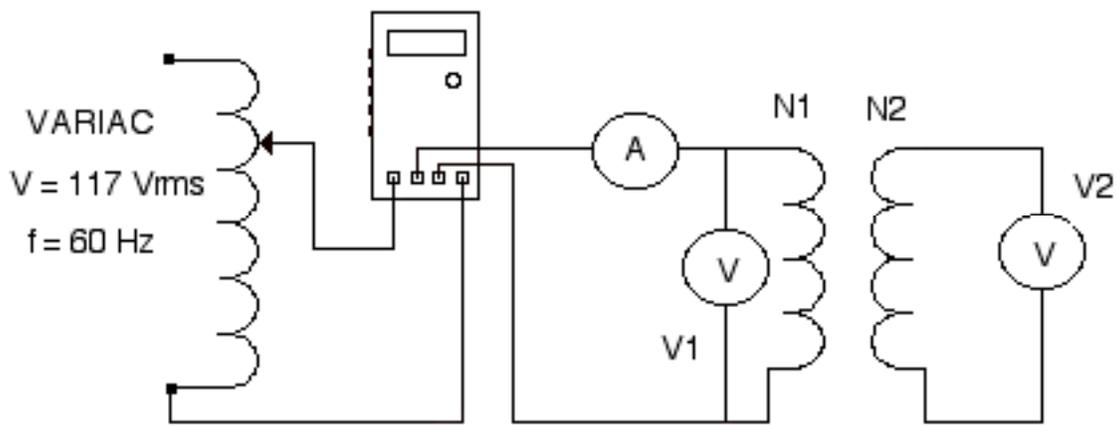

Figura 5
24.- Para realizar las pruebas de vacío del transformador, monte el circuito de la figura 5.